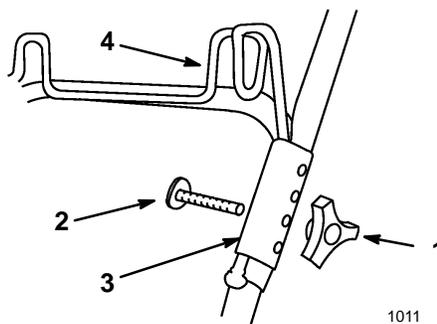

Figure 37
- 9. Retirer le bouton et le boulon d'assemblage du mancheron supérieur au mancheron inférieur du côté gauche (Fig. 37).
- Retirer les boutons et boulons de fixation des colliers du porte-sac aux mancherons (Fig. 37).